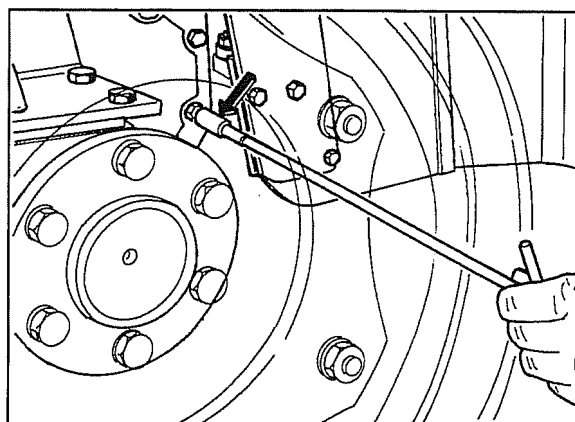

Fig. 2
2. Per effettuare lo spurgo del circuito, allentare la vite di spurgo situata sul mozzo ruota come indicato in fig.2, lasciare defluire l'olio per caduta fino a quando non escono più bolle d'aria, quindi bloccare la vite. Ripetere l'operazione per l'altra ruota, verificando che nel serbatoio ci sia olio a sufficienza, se necessario aggiungere olio dello stesso tipo.